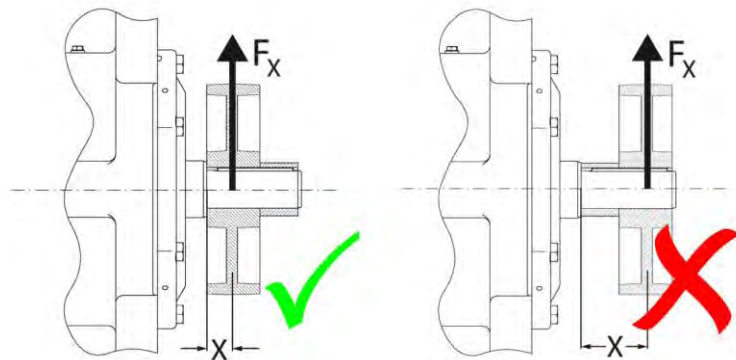

Abb. 33: Ausrichtung: Links richtig, rechts falsch
12. Zur Vermeidung unzulässig hoher Querkräfte Zahn- oder Kettenräder gemäß Abb. 33 montieren.